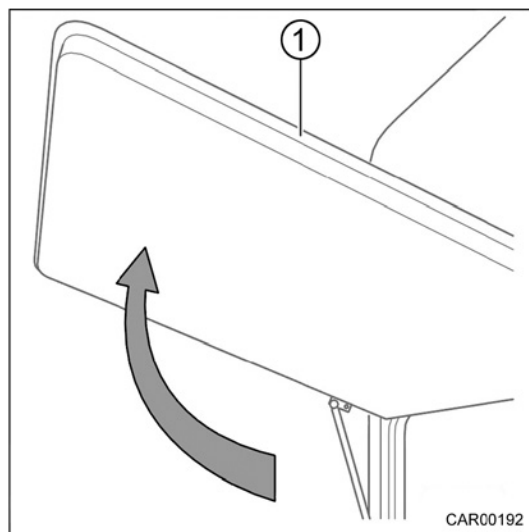

Fig. 69 Porte de soute
1. Pousser la porte de soute vers le bas en la tenant au bord supérieur (Fig. 69/1).